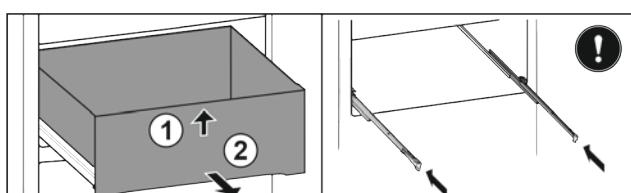

Fig. 28\*
- Поднимите выдвижной ящик спереди Fig. 28 (1).\*
► Извлеките движением вперед Fig. 28 (2).\*